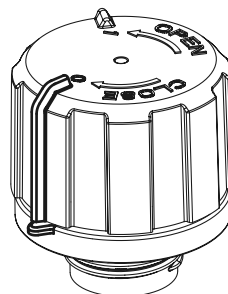

Fig.4
- 5) Posición de cierre. Para alcanzar la posición de cierre desde la posición de ventilación (véase punto 4), girar la tapa siguiendo la flecha CLOSE (en sentido horario) hasta alcanzar el disparo. En esta posición la tapa permanece bloqueada, es decir que los dientes de la tapa se encuentran insertados en el correspondiente alojamiento de bloqueo de la ranura, ofreciendo además una garantía contra acciones accidentales de desenroscar. Además, el índice en la tapa marcado por la cifra 0 se encuentra alineado con el índice obtenido en la brida de la unión roscada (fig. 4).